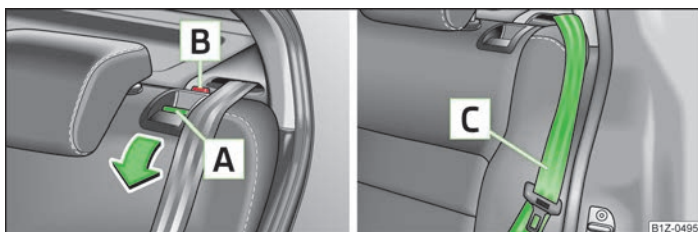

Fig. 46 Deblocarea spătarelor/Blocarea spătarelor
- ▶ Prin apăsarea butonului de siguranță **A** » fig. 46, deblocați spătarul și rabatați-l complet în față.
- ▶ Așezați centura de siguranță laterală din spate **C** » fig. 46 în spatele marginii capitonajului lateral.